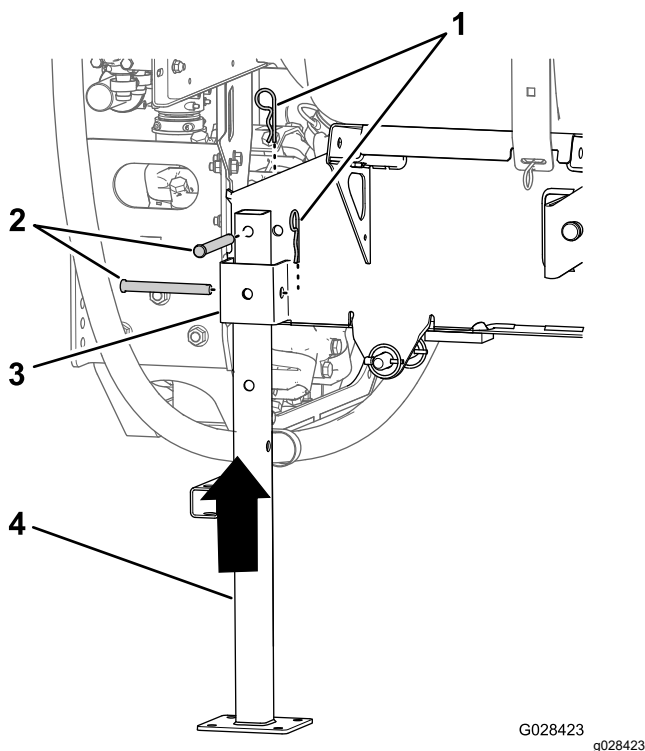

Figure 136
5. Alignez la jambe de support arrière sur le récepteur arrière (Figure 136).
- Alignez le trou au sommet de la jambe de support et le trou dans le cadre du patin de cuve (Figure 136).
- Fixez la jambe de support au récepteur et au cadre au moyen de 2 axes de chape (1/2" x 4 1/2") et 2 goupilles fendues (5/32" x 2⁵/₈"), comme montré à la Figure 136.